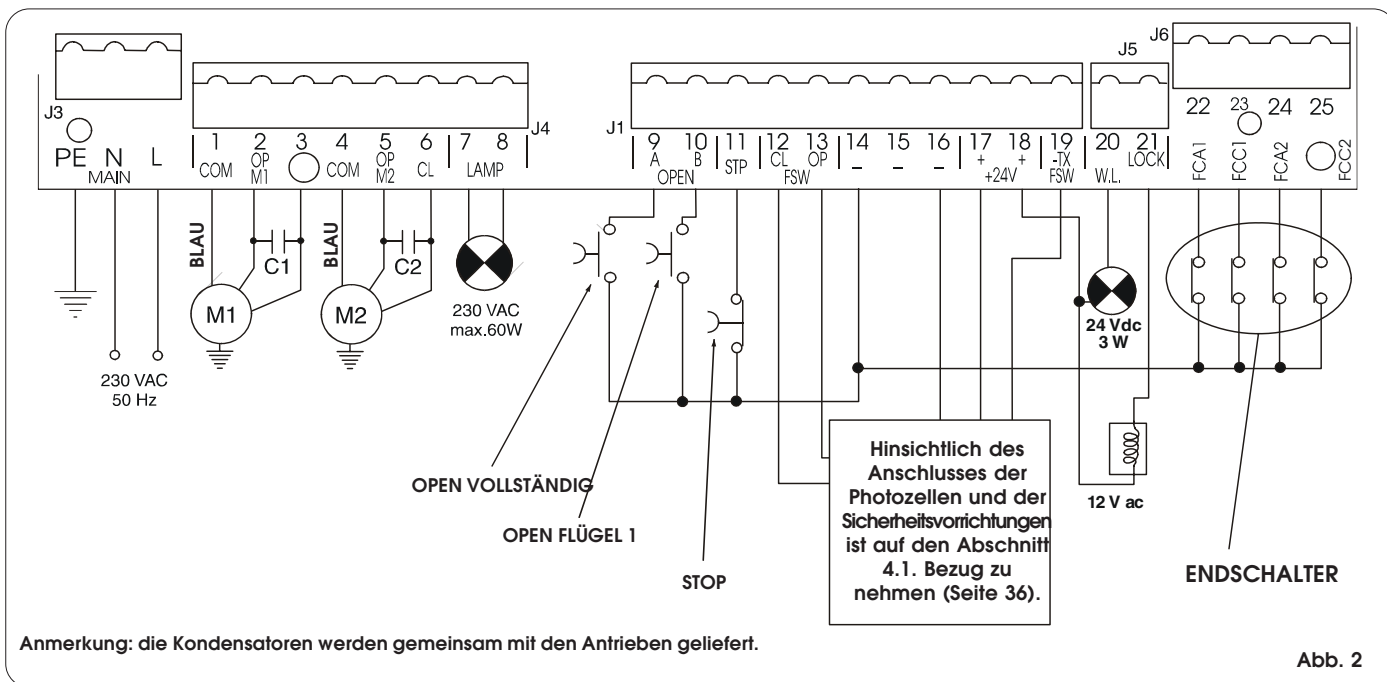

Abb. 2
- Das Erdungskabel ist an die entsprechende Klemme auf dem Stecker J3 des Geräts anzuschließen (siehe Abb. 2).
4.2. KLEMMENLEISTE J3 - VERSORGUNG (ABB. 2)
4.3. KLEMMENLEISTE J4 - MOTOREN UND BLINKLEUCHTE (ABB. 2)
4.4. KLEMMENLEISTE J1 - ZUBEHÖR (ABB. 2)
4.5. KLEMMENLEISTE J5 - KONTROLLAMPE UND ELEKTROSCHLOß (ABB. 2)
4.7. KLEMMENLEISTE J6 - ENDSCHALTER UND/ODER GATE-CODER (ABB. 2)